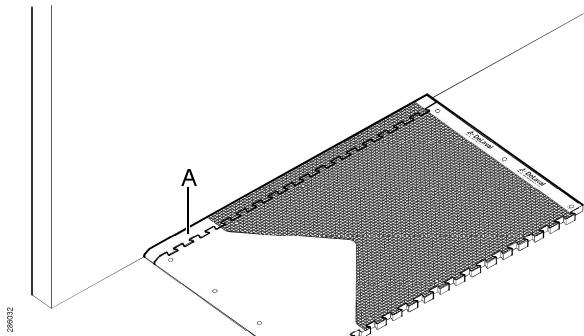
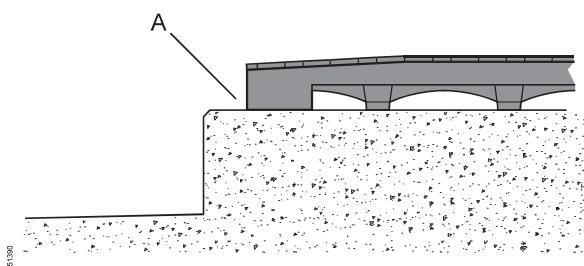

Fig. 4: Endeavstandsstykke installert.
Fig. 5: Mellomrom mellom kanten av rennen og matten eller avstandsstykket.
1. Plasser høyre eller venstre endeavstandsstykke (avhengig av hvilken side installasjonen starter på) i båsen, og pass på at den rette siden av avstandsstykket vender mot endeveggen – se (A) i Fig. 4. La det fortrinnsvis være et mellomrom på 10–20 mm mellom avstandsstykket og rennen – se (A) i Fig. 5.
2. Plasser matten i båsen og fest den med endestykkelet. La det fortrinnsvis være et mellomrom på 10–20 mm mellom matten og rennen – se (A) i Fig. 5. Bruk en hammer for å feste matten til avstandsstykket og fiksere den.
7. Plasser neste matten i båsen og fest den med avstandsstykket på 75 mm. La det fortrinnsvis være et mellomrom på 10–20 mm mellom matten og rennen – se (A) i Fig. 5. Bruk en hammer for å feste matten til avstandsstykket og fiksere den.